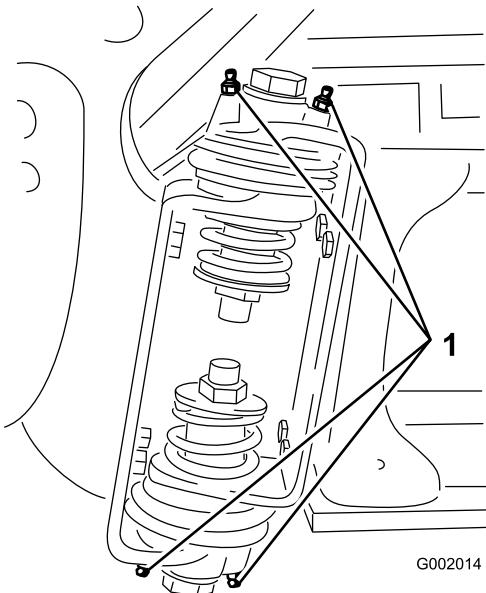

Figure 36
2. Injectez la graisse dans le roulement ou la bague au niveau de chaque graisseur (Figure 36).